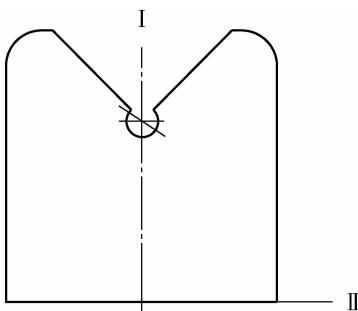

图 1-3 划线基准的选择
(1) 阅读图样,初步检查工件的形状尺寸。在划线前,要仔细阅读图样,详细了解工件上需要划线的部位,明确工件及其划线的有关部分的作用和要求,了解有关工件的加工工艺。按照图样初步检查毛坯的误差情况,检查毛坯尺寸是否能保证所有要加工的表面均有足够的加工余量,不加工表面是否存在图样上不允许的缺陷(如气孔、裂纹等)。
(2) 清理工件。在划线以前,先要清理干净毛坯件上的氧化铁皮、飞边、残砂、污垢,以及已加工工件上的毛刺、铁屑等,否则将影响划线的清晰度和损伤划线工具。
(3) 涂色。用硫酸铜溶液涂色。
(4) 选定划线基准。此工件划线基准可选左右对称中心线Ⅰ和底面Ⅱ,如图 1-3 所示。